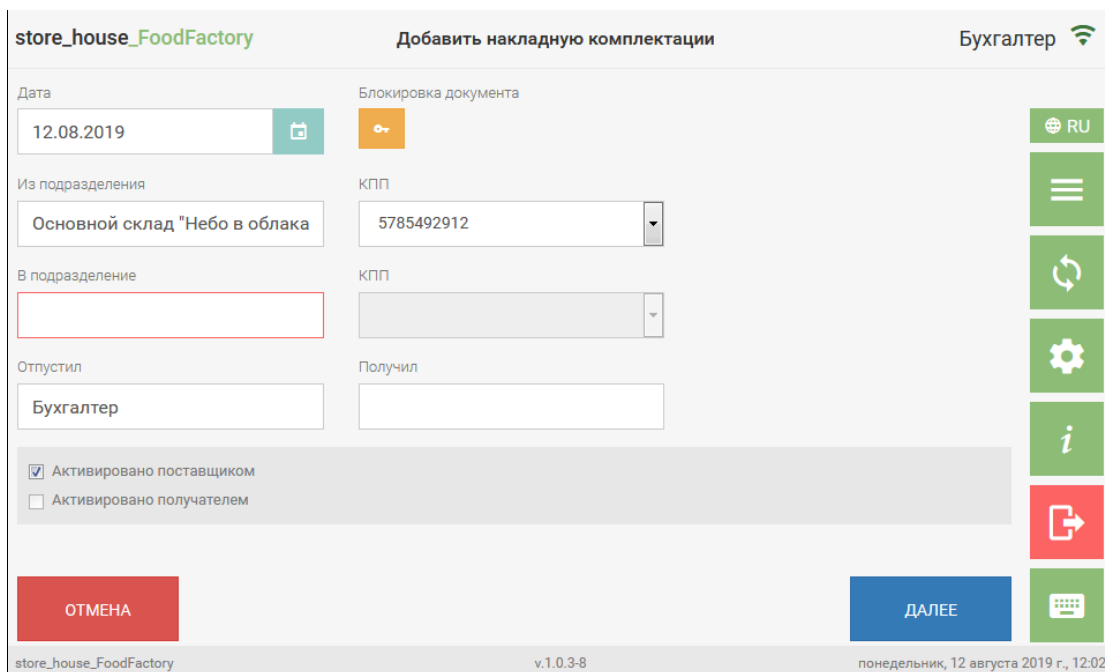

Рис. 172
**На странице Заголовок** комплектации необходимо заполнить поля (см. Рис. 172).
Для перехода на страницу «**Товары**» необходимо нажать кнопку **Далее** (см. Рис. 172).